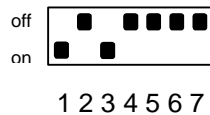

Abbildung 12: DIP-Schalteneinstellung für die Betriebsart Repeater für den L-Switch XP
1. L-Switch XP in die Betriebsart Repeater versetzen. Dazu müssen die DIP-Schalter 1 und 2 in die entsprechenden Positionen gebracht werden (siehe Abbildung 12)
Abbildung 12 zeigt die korrekten DIP-Schaltereinstellungen für die Betriebsart Repeater. Alle für die Einstellung dieser Betriebsart irrelevanten DIP-Schalter befinden sich in der werksseitigen Voreinstellung.